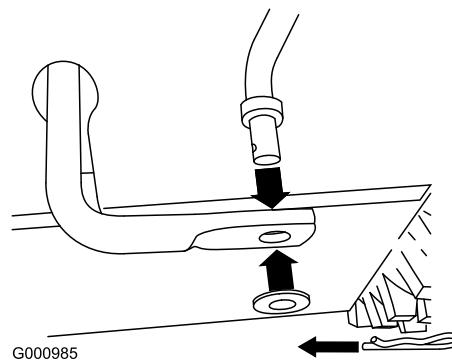

Figura 10
- Togliete la coppiglia a forcina e la rondella dal lato inferiore dell'asta di comando della velocità ed inserite il lato inferiore dell'asta nel braccio articolato inferiore, in modo che il lato curvo dell'asta di comando della velocità sia rivolto indietro (Figura 10).